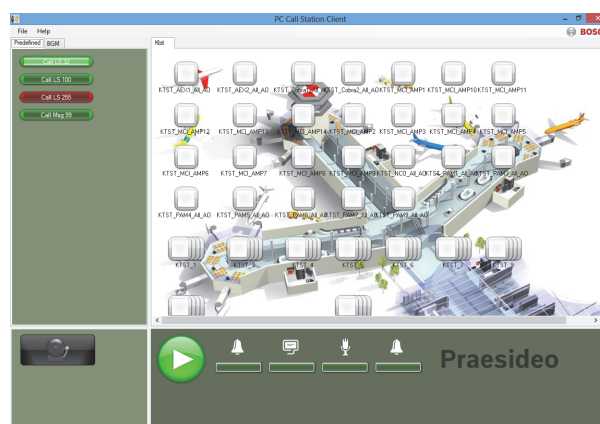

figura 62.2: Separador de chamadas predefinidas
- 7 Prima o botão *OK*. Aparece um ecrã semelhante ao da figura 62.2.